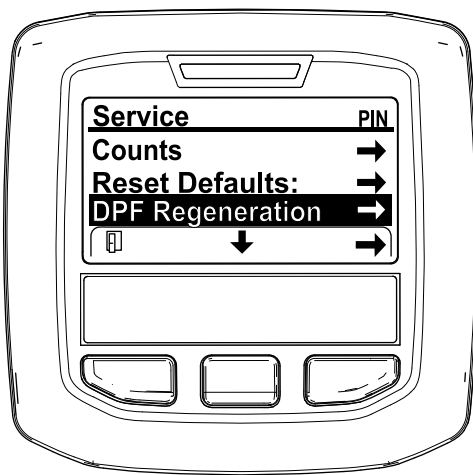

図 48
3. 整備メニューSERVICE MENUで、中央ボタンを押してDPF 再生DPF REGENERATIONへ移動し、右ボタンでDPF 再生DPF REGENERATIONを選択する 図 48。